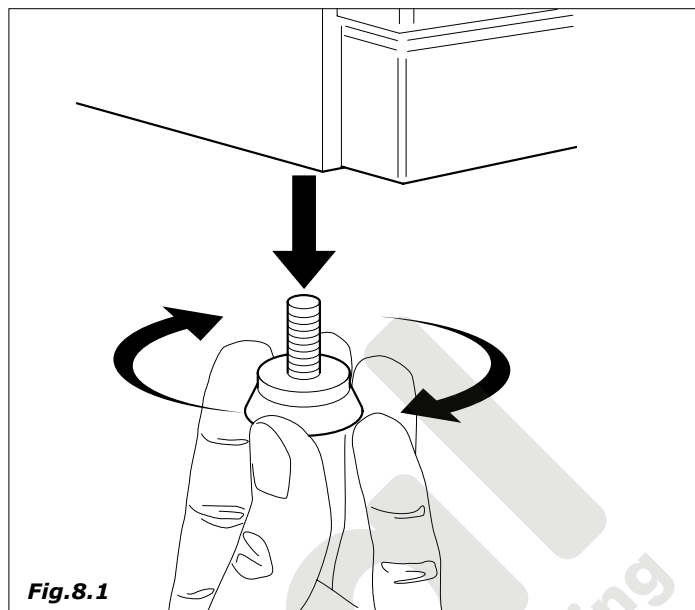

Fig.8.1
- quitar los 4 pies montados en el modelo de mesa (Fig. 8.1)